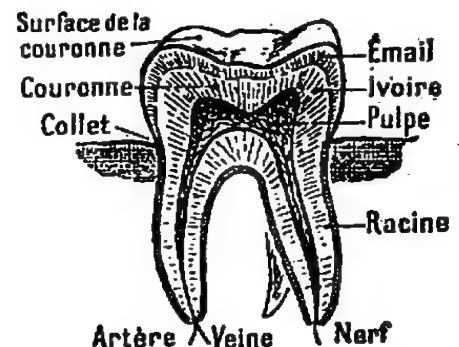

Fig. 139. — Coupe d'une molaire.
**4. Les dents servent à couper et à broyer les aliments solides.** — Elles sont formées (fig. 139) d'ivoire, matière semblable aux os, et sont recouvertes à la partie supérieure d'une substance très dure qu'on nomme *émail*. — La partie de la dent enfoncée dans la mâchoire est la *racine*; la partie extérieure est la *couronne*.